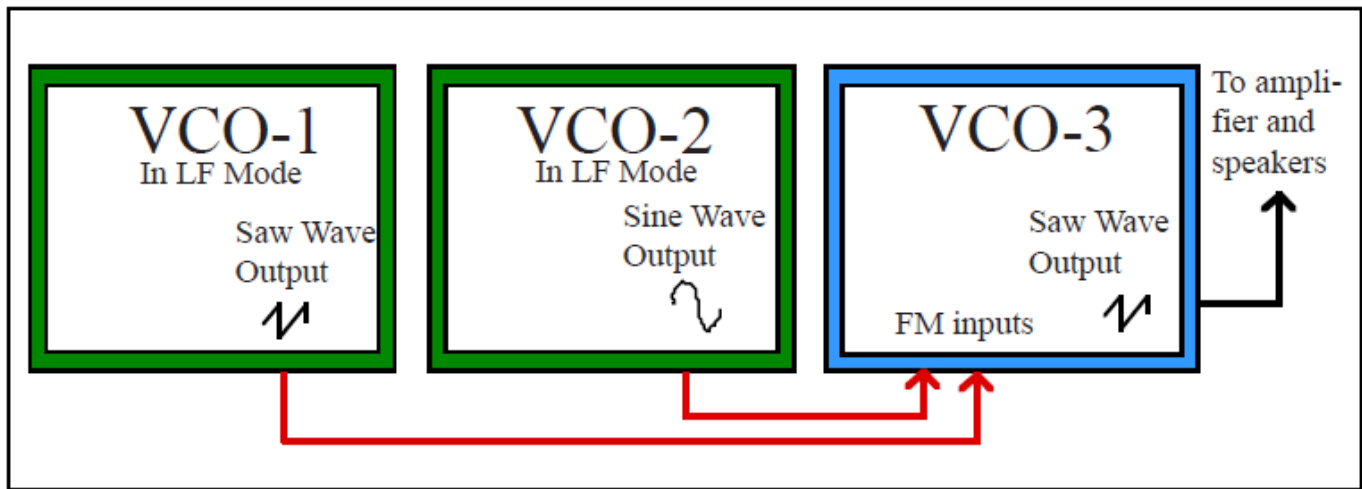

Figura 4-2: Un parche básico de doble modulación.
En la **doble modulación**, dos de las entradas de **FM** en un oscilador se utilizan simultáneamente. En la **Figura 4-2**, VCO-3 es el portador, mientras que tanto VCO-1 como VCO-2 modular su frecuencia. Este parche más complejo puede ser pensado como dos parches básicos de FM que pasan a compartir un portador. Recuerda que casi cualquier parche complejo se puede dividir en dos o más parches simples.
1. Crear el parche de doble modulación doble que se muestra en la Figura 4-2 y experimenta con cada uno de los siete u ocho parámetros. No te detengas hasta que se hayan agotado todas las posibilidades, ten paciencia y pruébalas todas, ya que no es un procedimiento rápido. Es importante cuestionarse constantemente lo siguiente: